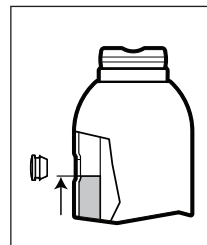
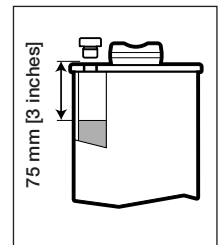

Abb. 6 – Ölstand alle Modelle mit Ausnahme von GBJ-100
Abb. 7 – Ölstand nur Modell GBJ-100
3. e Modelle mit Ausnahme von GBJ-100: Füllen Sie Öl bis zum oberen Rand des Öfülllochs ein. Siehe Abb. 6.
4. Nur Modell GBJ-100: Füllen Sie Öl bis ca. 75 mm [3 inch] unter dem Öfüllloch ein. Siehe Abb. 7.
**ACHTUNG:** NICHT ZU VIEL ÖL EINFÜLLEN! Bei vollständig zurückgezogenem Druckkolben und Heber in aufrechter Position sollte der Ölstand nicht höher als in Abb. 6 oder Abb. 7 dargestellt sein (je nach Ihrem Hebermodell).